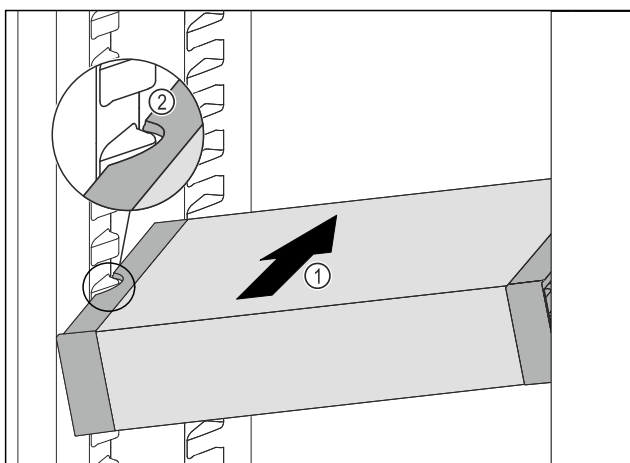

Fig. 239
- Zasuňte VarioSafe do chladničky pod úhlem tak Fig. 239 (1), aby vybrání na bocích Fig. 239 (2) VarioSafe byla na úrovni žebrování na nádoby v chladničce.